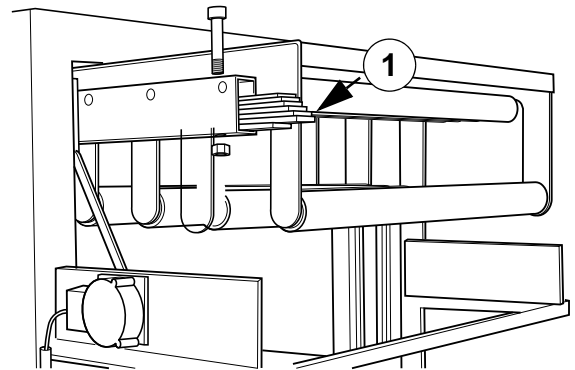

Fig. 12 Posizionamento dei pesi
- 1 Collocare un numero idoneo di pesi sul ballerino, come mostrato nella Fig. 12. Fissarli per mezzo di viti su entrambi i lati. Il numero esatto viene determinato durante il funzionamento (pellicola sottile – peso minore).